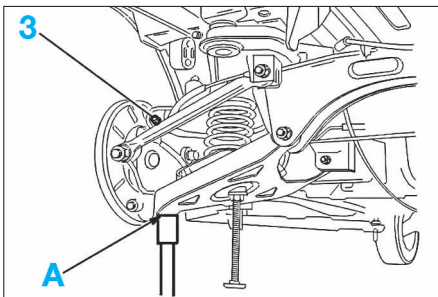

FIG. 57
- Soulever le triangle inférieur en (A) (Fig.57) pour faciliter la dépose des vis de fixation du triangle.
- la vis (5) du palier de barre stabilisatrice.
- le palier de barre stabilisatrice (6).
- Faire coulisser le palier de barre stabilisatrice, afin d'accéder à la vis de fixation du triangle (7).
- la vis de fixation (7) en la passant en dessous de la barre stabilisatrice.
- le triangle supérieur en soulevant le triangle inférieur en (A) (Fig.57).